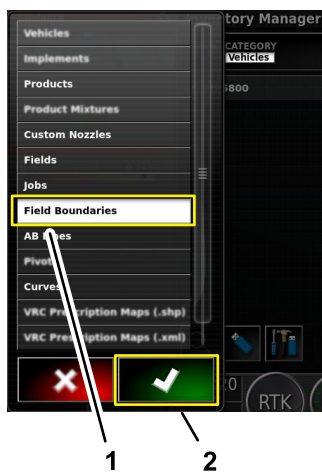

Figura 104
5. Se la parola del tipo di informazioni (prodotti, ugelli personalizzati, campi o confini dei campi) che volete importare non viene visualizzata nell'icona Categoria, premete l'icona Categoria (Figura 104).
6. Nell'elenco di categorie, premete l'icona per la categoria di informazioni che desiderate importare, quindi premete l'icona Categoria (Figura 104).